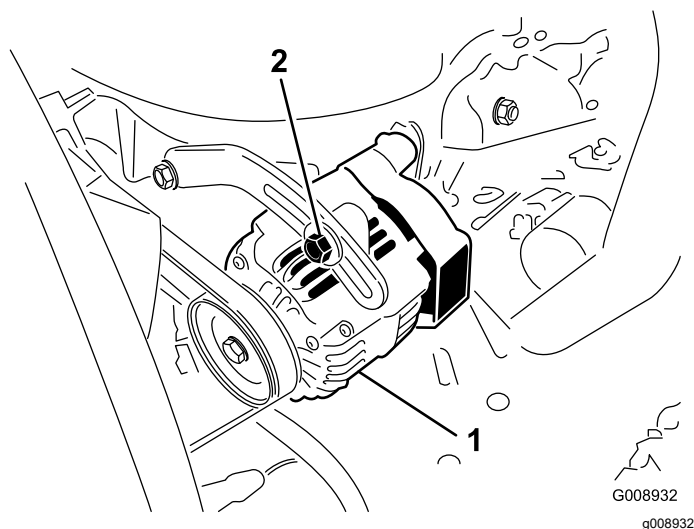

Рисунок 78
Через каждые 100 часов работы проверяйте состояние и натяжение ремней (Рисунок 78).
2. Если прогиб не равен 10 мм, ослабьте болты крепления генератора (Рисунок 78).